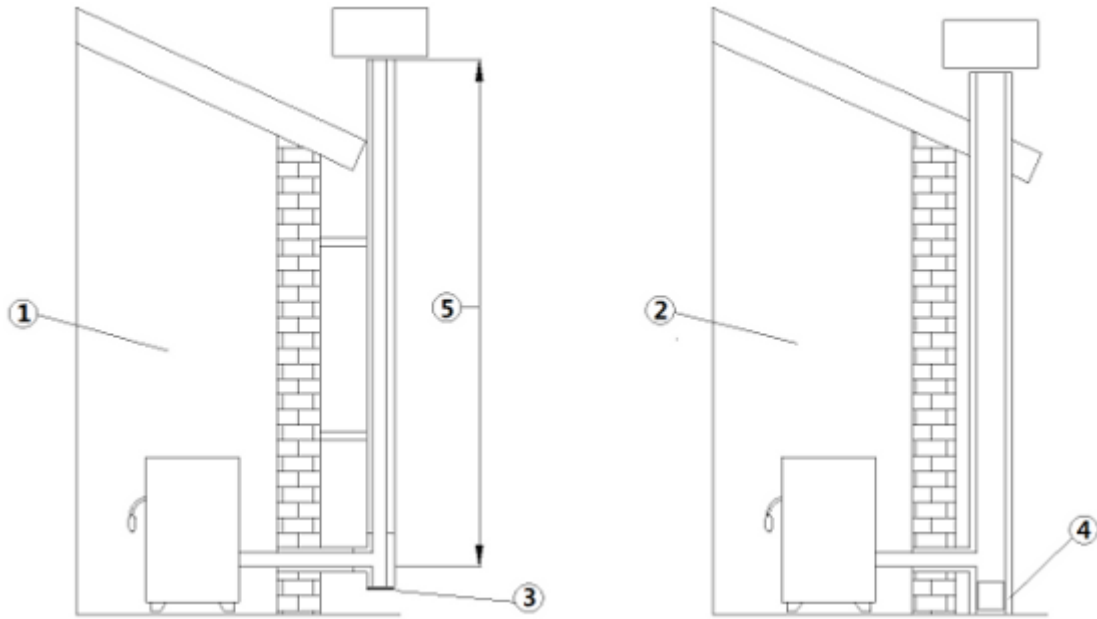

Fig. 1 - Conduit de fumées
LÉGENDE Fig. 1 à page 41
- Le conduit de fumées doit être simple (voir Fig. 1 à page 41) avec des tubes en inox isolés (1) ou raccordé à un conduit de fumées existant (2).
- Les deux solutions doivent avoir un "T" tampon (3) et/ou une trappe de contrôle (4).